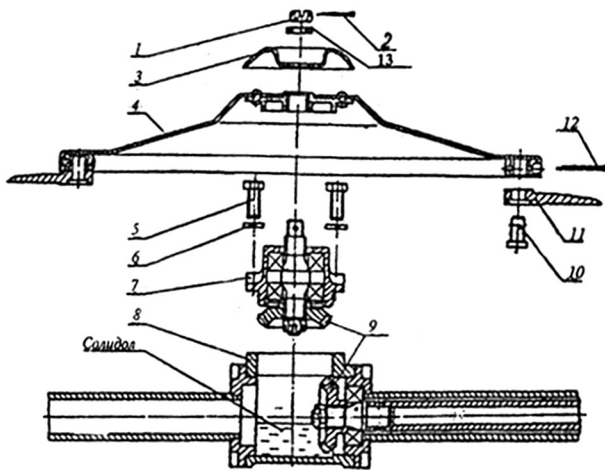

Рис. 2. Диск и его привод
Конструкция диска и его привода приведена на Рис. 2.
- Для заполнения редуктора привода первого и второго дисков 1 и 2 (Рис. 1) необходимо расконтрить и отвернуть гайку 1 (Рис. 2), снять шайбу защитную 3 и диск 4, отвернуть четыре болта 5, снять пружинные шайбы и корпус ведомой шестерни 7.